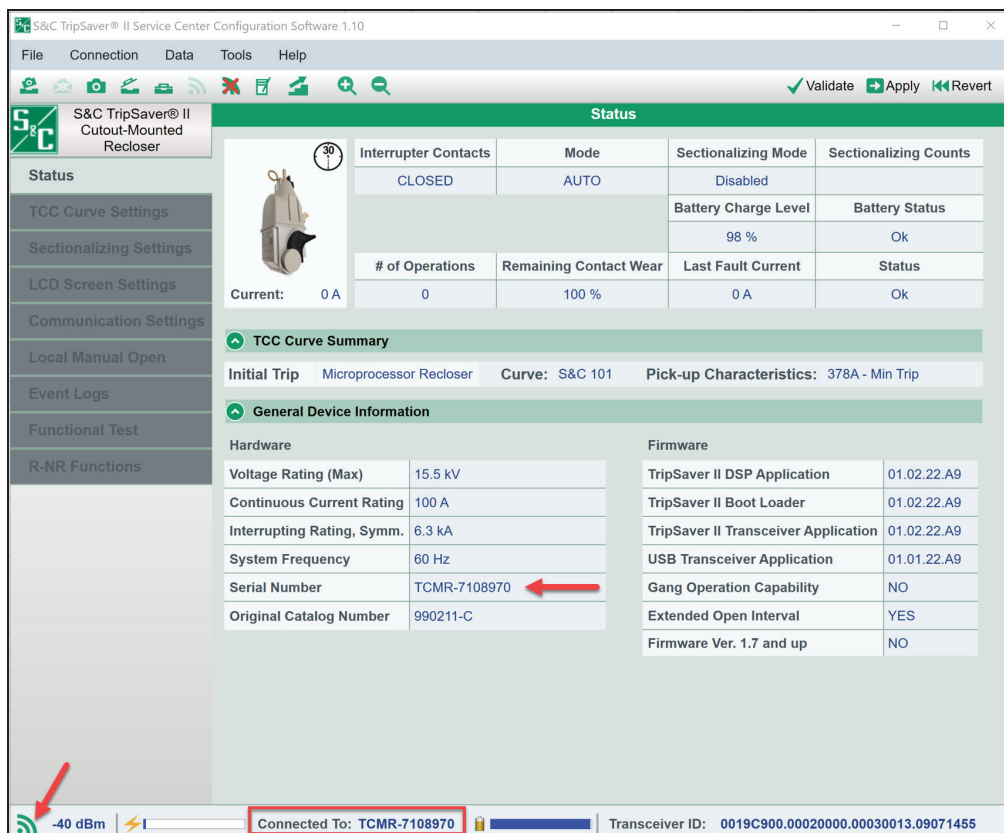

Figura 1. El número de serie del reconectador TripSaver II y la ubicación de los indicadores de Intensidad de Señal.
- PASO 2.** Anote el número de serie, que comienza por “TCMR,” del reconectador TripSaver II que se va a actualizar. Ver la Figura 1 en la página 10. Este número también está grabado en el cuerpo del reconectador TripSaver II.